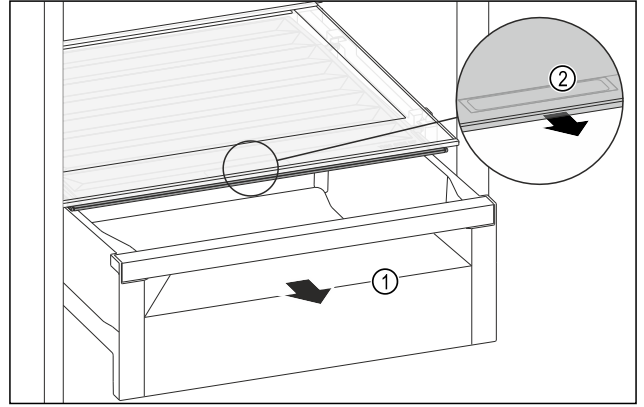

Fig. 116
- Çekmece bölmesini Fig. 116 (1) çekerek çıkarın.
- Raf kapağındaki tutma boşluğundan Fig. 116 (2) tutun ve aynı anda raf kapağını öne doğru çekin.